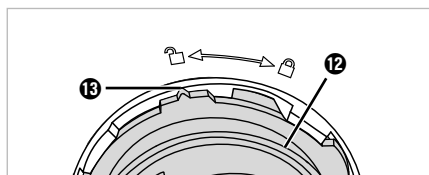

Fig. 6
- 6) Gire el soporte **12** en sentido antihorario hasta que la marca **13** del soporte **12** apunte hacia el símbolo **🔒** del recipiente para la masa **15** (**fig. 6**). Retire el soporte **12** con el eje de amasado **10**.